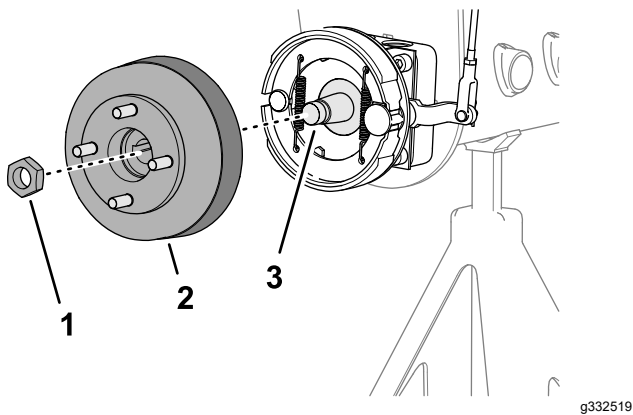
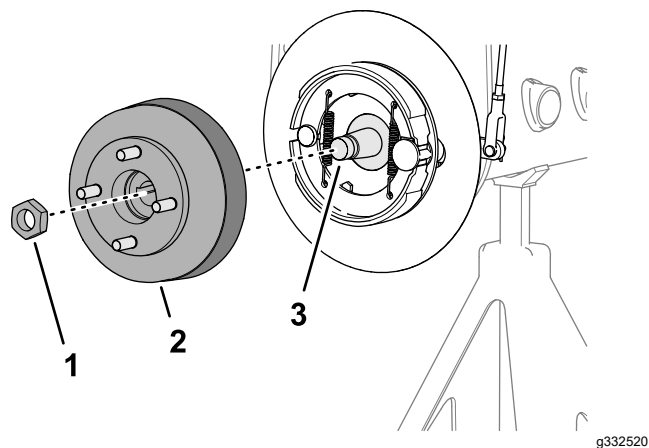

Рисунок 86
Рисунок 87
3. Установите ступицу колеса и тормозной барабан на вал мотор-колеса (Рисунок 86 или Рисунок 87).
- Прикрепите ступицу колеса к валу с помощью контргайки (Рисунок 86 или Рисунок 87) и затяните ее от руки.